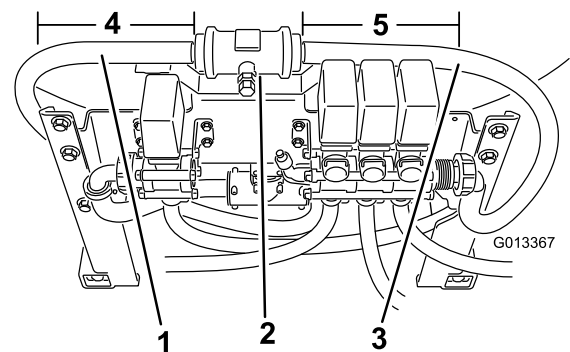

Figura 21
1. Desaperte a porca que fixa a extremidade do tubo de alimentação da rampa ligado à direita das válvulas de alimentação da rampa e desligue o tubo (Figura 21).
fluxímetro (Figura 21). Elimine a extremidade do tubo **não** ligada ao fluxímetro.